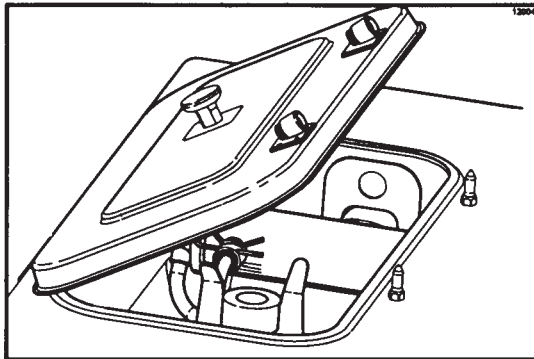

図44
**重要:**攪拌器を攪拌器駆動軸ケースに戻し、取付けます。ホッパーカバーを元に戻します (図44参照)。